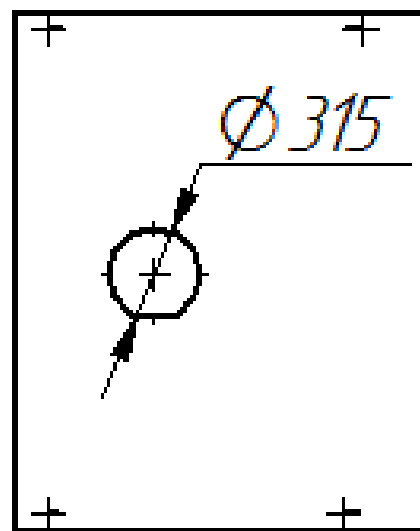

Рис. 1
- установить зонт на соответствующее место согласно рис. 1 и рис. 2;